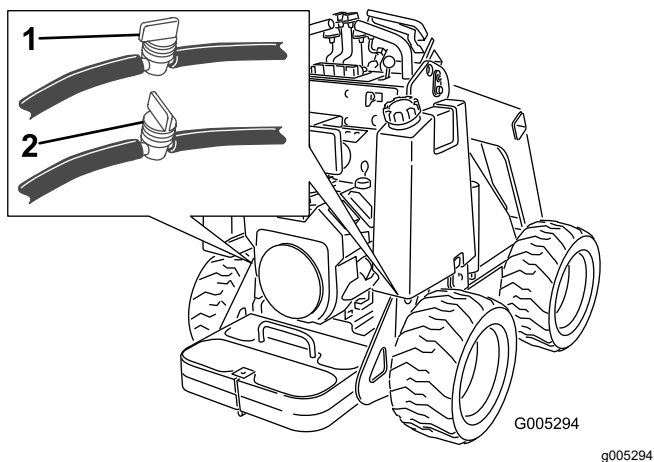

Bild 32
2. Schließen Sie den Kraftstoffhahn unten an jedem Kraftstofftank (Bild 32).
8. Öffnen Sie die Kraftstoffhähne im Schlauch unten an dem/den Kraftstofftank(s), siehe Bild 32.
3. Schließen Sie den Kraftstoffhahn unten an dem/den Kraftstofftank(s), siehe Bild 32.